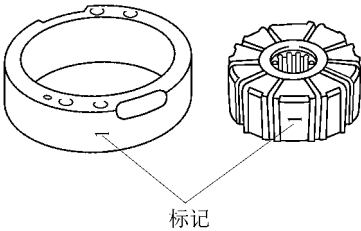

图 16-58 转子标记要与凸轮圈上的标记相同
3) 如果测量的间隙大于最大值，则应更换叶片或转子。但换上的转子其标记要与凸轮圈上的标记相同，如图 16-58 所示。